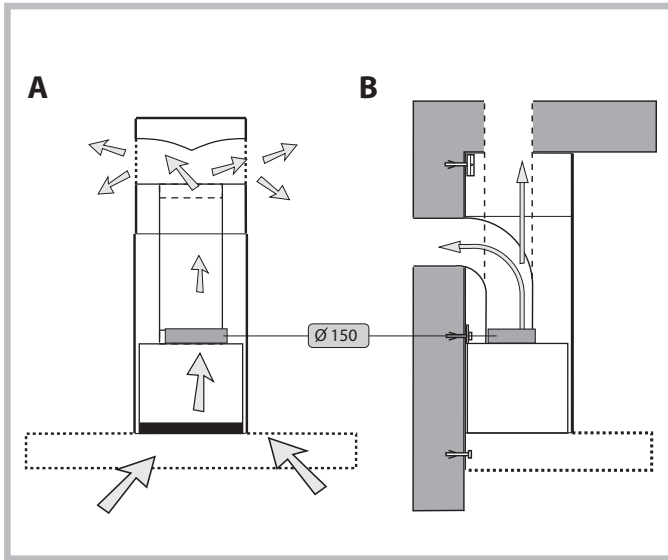

Fig.1
- проверьте, чтобы напряжение и мощность, указанные на заводской табличке (расположена внутри изделия) соответствовали данным сети электропитания и электрической розетки. В случае сомнений обратитесь к квалифицированному электрику **рисунок 1С**.